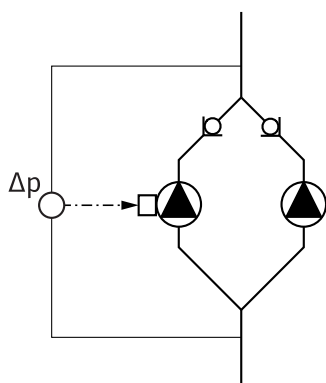

Fig. 18: Näide, rõhkude vahe anduri ühendamine
- Näiteks joonisel Fig. 18 on peapumbaks voolusuunas vaadatuna vasakpoolne pump. Selle pumbaga tuleb ühendada rõhkude vahe andur.
- Peapumba rõhkude vahe anduri mõõtepunktid peavad olema kaksikpumba süsteemi vastava kollektortoru imi- ja survepoolel (Fig. 18).